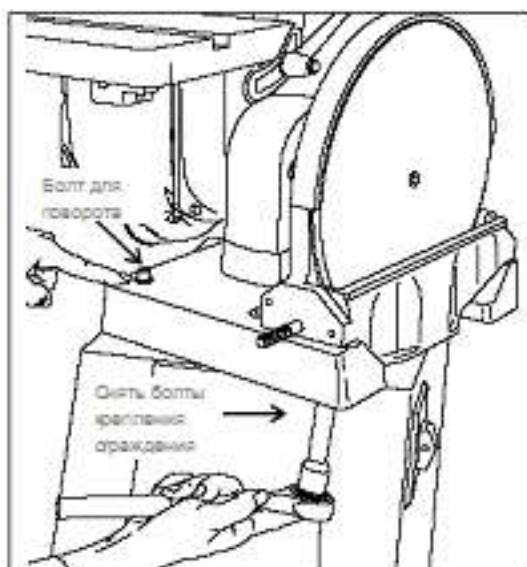

Рис. 11: Поворот станка для снятия болтов ограждения диска.
5. Снять три монтажных болта опоры, затем немного ослабить четвертый болт. Это позволит поворачивать станок на станине (Рис. 11).
6. Снять два болта под литой станиной, которые крепят ограждение диска к станине (Рис. 11).